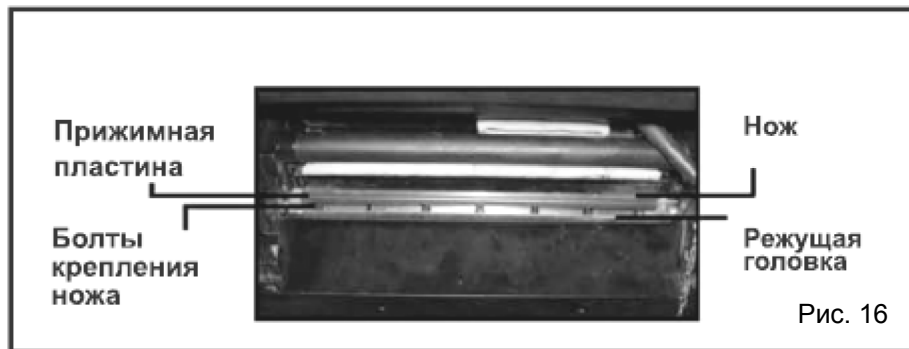

Рис. 16
5. Осторожно поверните ножевой вал по направлению к себе, до тех пор, пока он не зафиксируется в нужной позиции (Рис. 16).